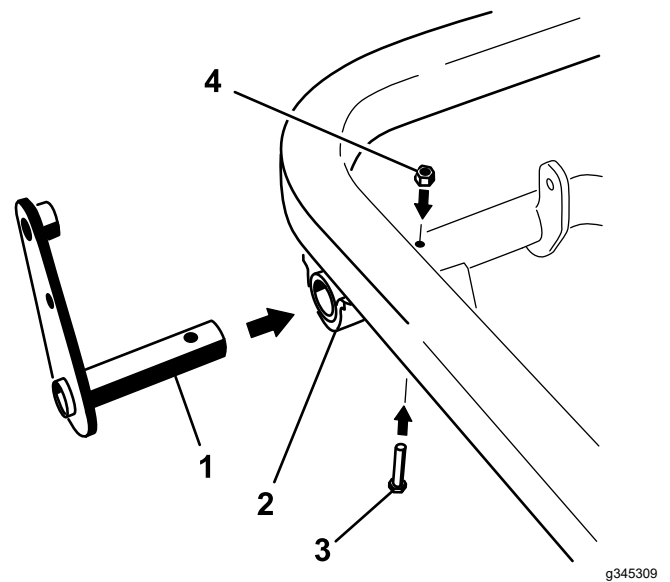

图 13
1. 将控制杆总成上的立柱滑入枢轴管的左端并使用螺栓5/16 x 2 英寸和锁紧螺母5/16 英寸穿过枢轴管将其固定图 13。
3. 上紧中间枢轴螺栓图 13 中的 4 号物品的扭矩至 20 25Nm。